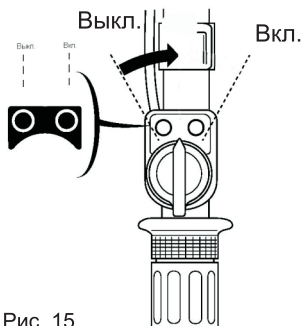

Рис. 15
3. Переведите выключатель зажигания в положение ON (ВКЛЮЧЕНО) (Рис. 15).